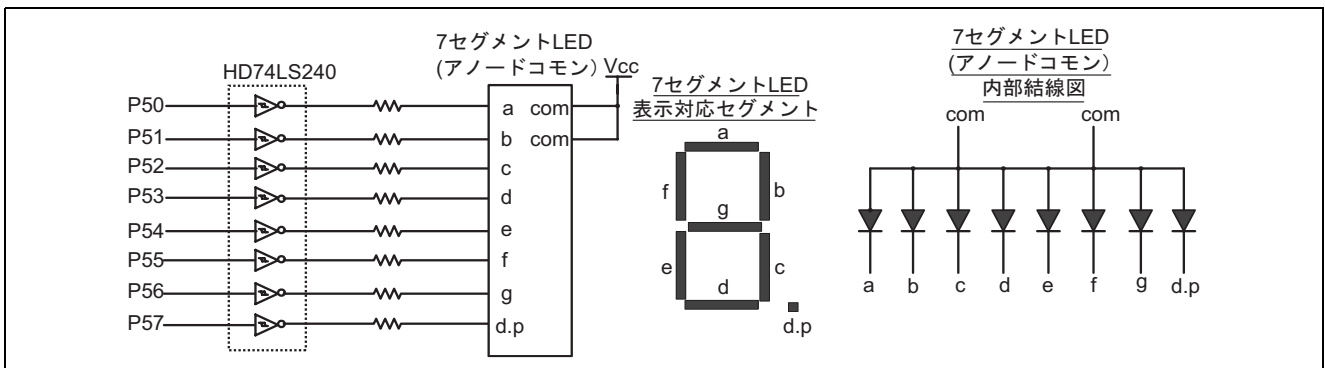

図 6 7 セグメント LED 接続図および内部結線図
2. 使用する 7 セグメント LED の接続図を図 6 に示します。図 6 に示すようにポート 5 から "High" を出力することにより対応する LED のセグメントが点灯します。また、ポート 5 出力と LED 表示データの関係を表 3 に示します。